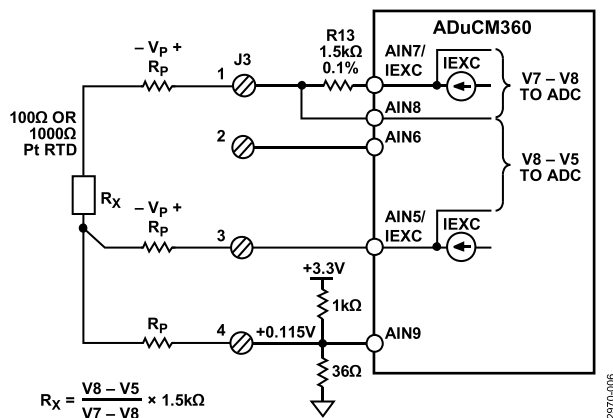

图6. 三线式RTD连接配置
三线式连接是另一种使用广泛的RTD配置，可消除引脚电阻误差，如图6所示。
- 三线式RTD(参见图6)：将正电流激励导线连接至J3引脚1；将负电流激励导线连接至J3引脚4。将负电压检测导线连接至J3引脚3。